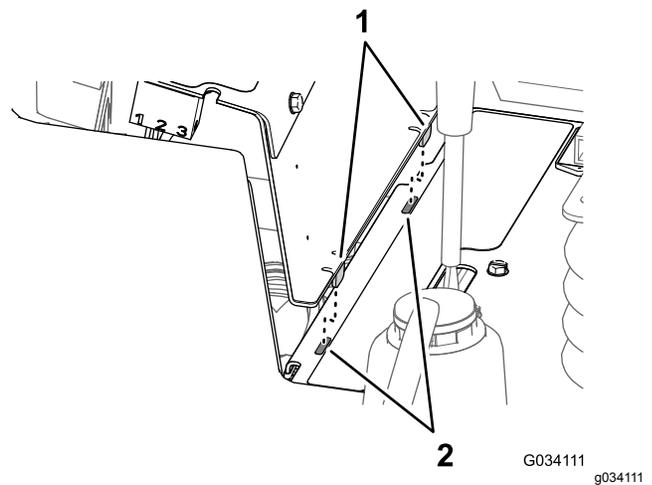

Рисунок 55
2. Совместите два выступа в нижней части боковой панели с двумя пазами в раме консоли (Рисунок 55).